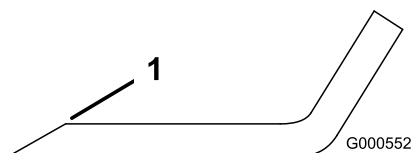

Figure 70
1. Au moyen d'une lime, aiguisiez les tranchants aux deux extrémités de la lame (Figure 70).
Remarque: Si la lame est déséquilibrée, limez un peu l'extrémité de l'ailette seulement (Figure 70).